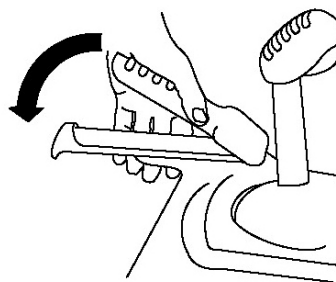

Рисунок 27
1. Чтобы включить привод хода, прижмите левой рукой рычаг хода к рукоятке (Рис. 27).